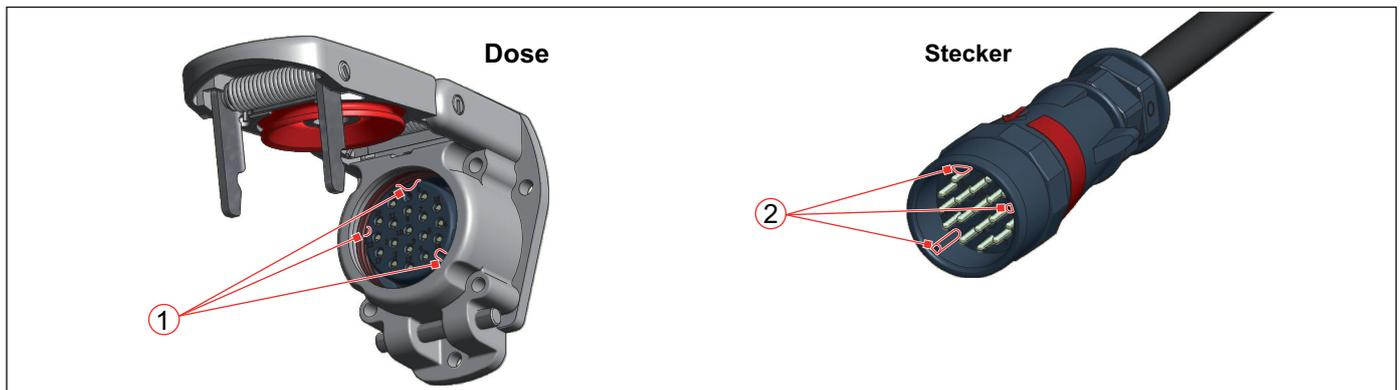

Abb. 19: Nuten (1) an Dose und Führungen (2) an Stecker
- ▶ Stellen Sie sicher, dass beim Steckvorgang Nuten (1) und Führungen (2) von Stecker und Dose immer ineinandergleiten (siehe **Abb. 19**).
- ▶ Dann den Stecker so einstecken, dass die Führungen (2) im Stecker ohne hohen Kraftaufwand in die Nuten (1) der Dose gleiten (siehe **Abb. 19**). Dabei darauf achten,
- ▶ Anschließend den Klappdeckel (3) von Hand schließen, bis der Verschlussmechanismus (8) an Deckel und Stecker einrastet.